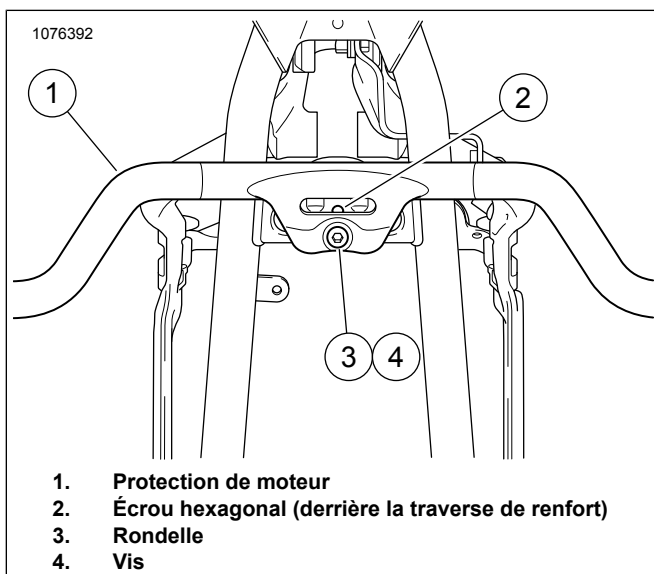

Figure 4. Bride de montage de protection de moteur (en haut au centre)
4. Voir la figure 4. Maintenir la protection de moteur (1) en place, en alignant le trou de la bride de montage centrale supérieure de la protection avec le trou de l'entretoise située entre les tubes diagonaux avant, juste en dessous de la colonne de direction.
5. Installer une rondelle plate (3) sur le filetage de la vis et insérer la vis (4) dans les trous par l'avant.
- a. Visser l'écrou hexagonal (2) sur la vis. Serrer à la main.